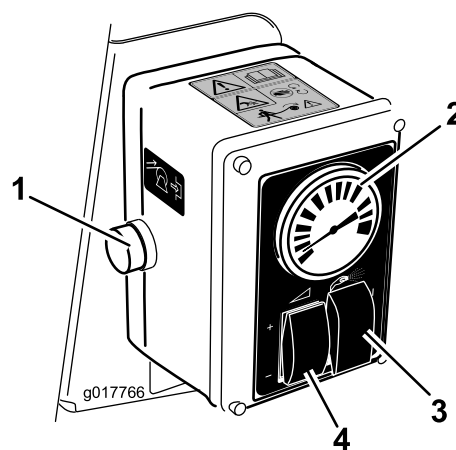

Figura 21
5. Ponga el interruptor de selección de pulverización en la posición de pulverización manual (Figura 21).
6. Ajuste el interruptor de control de caudal y el acelerador para aumentar o reducir la presión, dada por el manómetro, al ajuste deseado (Figura 21).